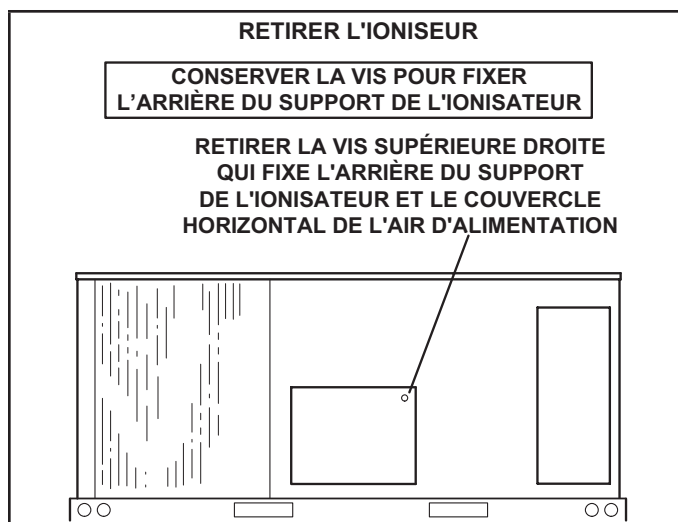

FIGURE 39
- 1 - À l'arrière de l'unité, retirer la vis qui maintient l'arrière du support de l'ionisateur. Voir FIGURE 39. Conserver la vis pour fixer la partie arrière du support de l'ionisateur.